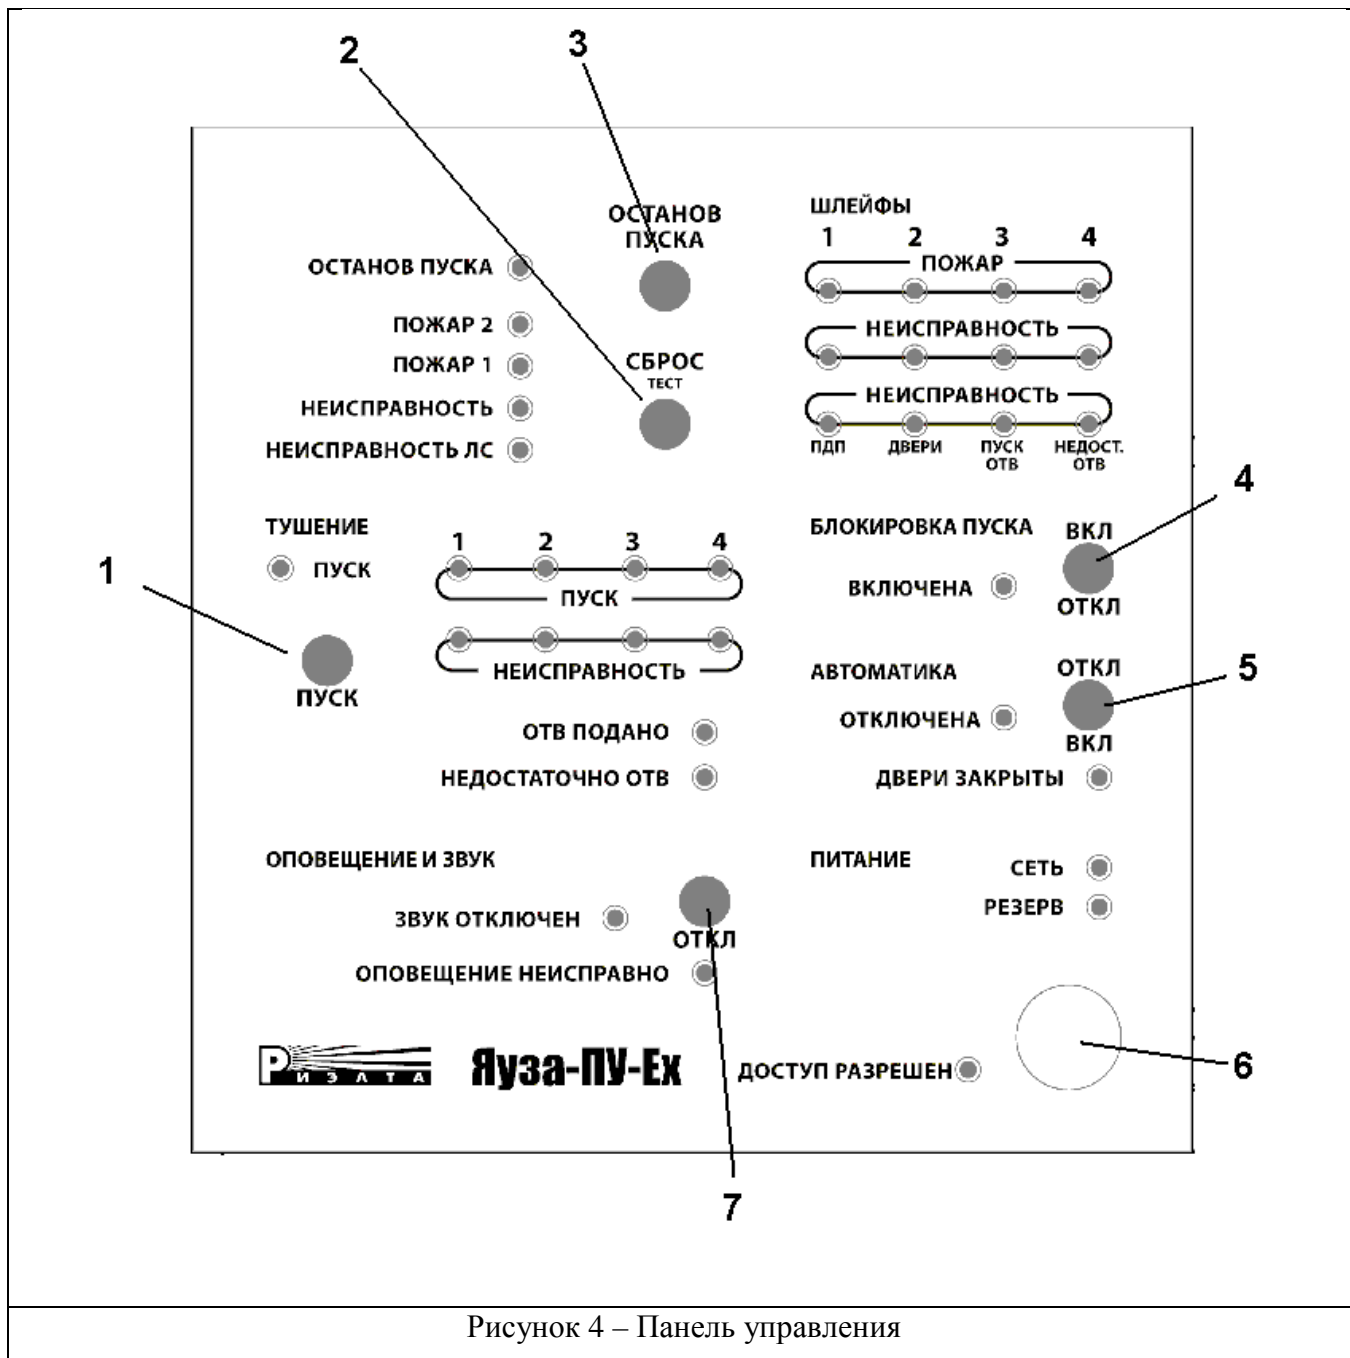

Рисунок 4 – Панель управления
9.4.11 Четыре индикатора НЕИСПРАВНОСТЬ ШС (рис. 4) отображают обнаружение неисправности в шлейфах ШПС1 – ШПС4. Событие регистрируется в журнале событий.